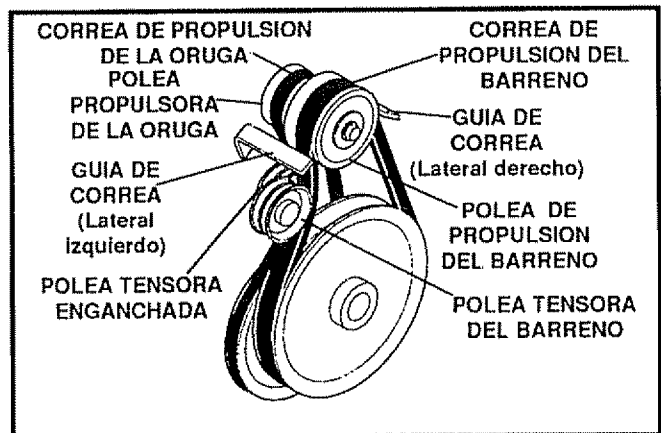

FIG. 29
- Afloje las guías de la correa (vea la Fig 29) y aléjelas de la polea de tracción del motor.
- Afloje las guías de la correa (vea la Fig. 29) y aléjelas de la polea del motor.